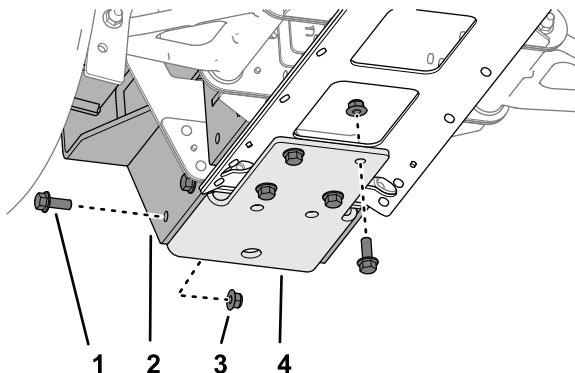

Bild 52
1. Befestigen Sie die untere Halterung, die Befestigung für den Ballaufnehmer und die mittlere Kanalplatte lose mit acht Bundbolzen ($\frac{3}{8}$ " x 1") und acht Sicherungsbundmutter ($\frac{3}{8}$ "), wie in **Bild 52** abgebildet.
3. Nehmen Sie die acht Bundbolzen ($\frac{3}{8}$ " x 1"), acht Sicherungsbundmuttern ($\frac{3}{8}$ "), die untere Halterung und die Befestigung für den Ballaufnehmer von der Maschine ab (Bild 52).